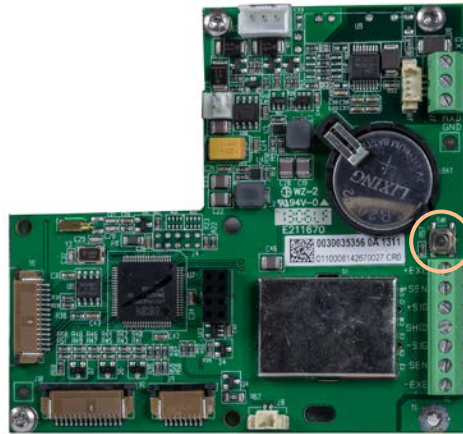

Figure 3-2 : Emplacement du commutateur de configuration sur la carte principale du terminal
- Si le terminal est configuré pour la métrologie légale, l'utilisateur ne peut accéder à la configuration qu'en appuyant sur le commutateur de configuration (un commutateur de la carte principale, indiqué sur la Figure 3-2). Le terminal affichera alors l'étiquette du menu F1 (Balance) et les paramètres de la balance pourront être modifiés.